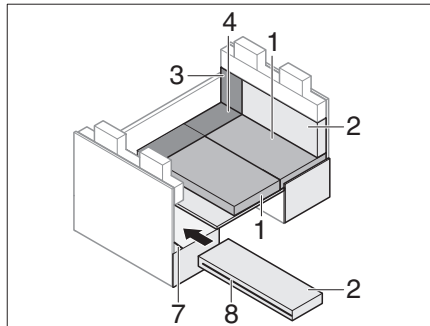

Bild 210 Medan ombyggnaden pågår
- Öppna blixtlåset (Bild 210,8) på ryggdynan.
- Placera spåret i ryggdynan över ISOFIX-traversen (Bild 210,7).